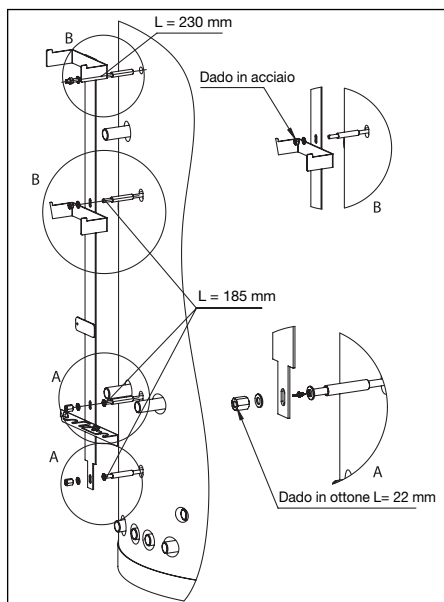

Fig. 8 Montaggio supporto gruppo
- Montare il gruppo supporto (fig.8)
- Avvitare le aste filettate nei dadi saldati sul serbatoio (Attenzione: nel dado superiore si deve avvitare l'asta con lunghezza $L = 230$ mm! Avvitare le tre aste filettate $L = 185$ mm nei tre dadi inferiori!) (Fig. 8)